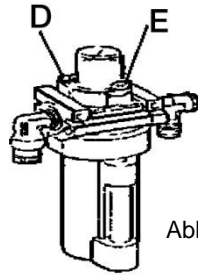

Abb. 17
- Die Ventile des Reifenabdrückers alle 6 Monate reinigen (Abb. 17).
- Schalldämpferventile des Abdrückers abschrauben (Abb. 17)